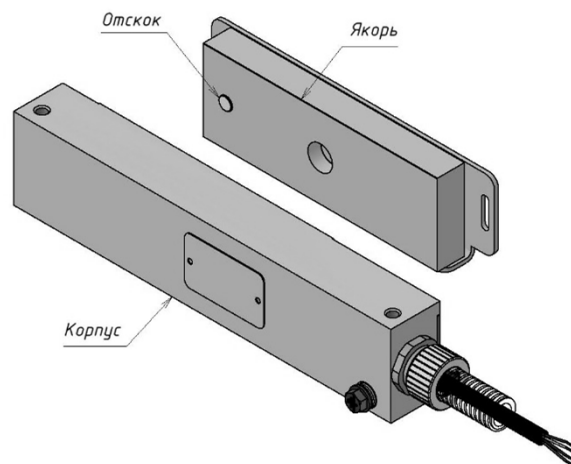

Рисунок 6 - Взаимное положение
**Внимание!** При монтаже якоря замка варианта «Н» необходимо соблюдать положение отскока якоря относительно корпуса. Якорь должен быть сориентирован так, чтобы отскок якоря был направлен к корпусу с противоположной от кабельного ввода стороны (рисунок 6).